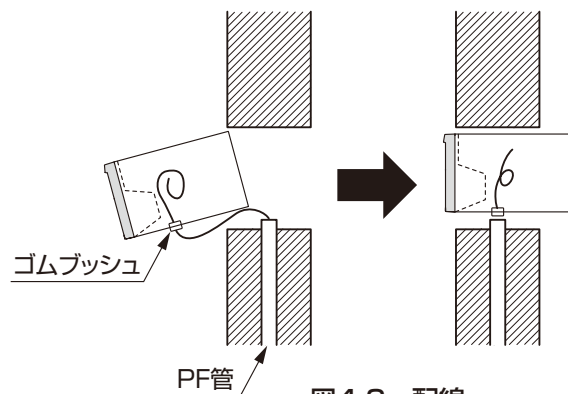

図4-3 配線
- ②図4-3を参照して、D型・CD型はポスト本体へ配線を通してください。